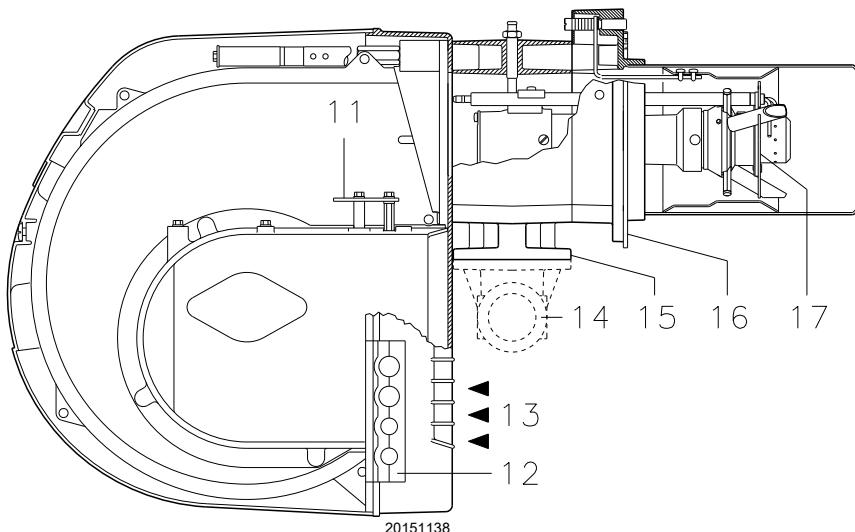

图 5
- (1) 参考条件 : 环境温度 20°C - 燃气温度 15°C - 大气压力 1013 mbar - 海拔 0 m a.s.l.
(2) 测试点处的燃气压力 16)(图 5) 为炉膛压力为零且燃烧器处于最大出力运行时的压力。
(3) 噪音测试在制造商燃烧实验室内进行 , 燃烧器在测试锅炉上以最大出力运行。